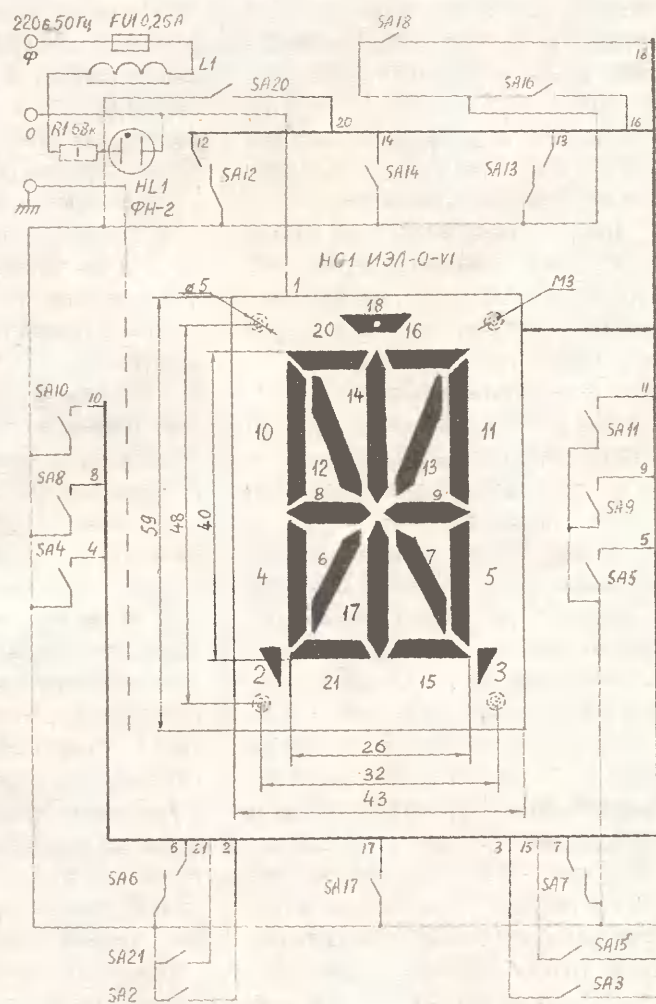
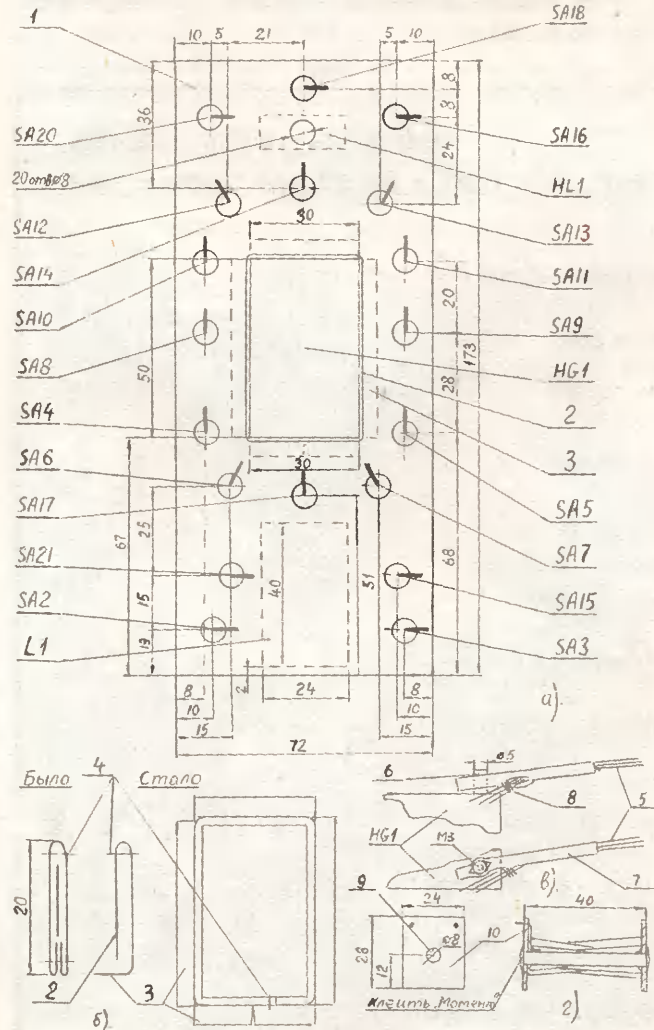

Рис. 2
Рис. 3
Набрать все эти знаки (последовательно) позволяет электролюминесцентный знакосинтезирующий индикатор НГ-1 ИЭЛ-0-VI (рис. 2) или, что предпочтительнее, больших размеров ИЭЛ-IX (XI), о которых упоминается в [3], где указаны некоторые справочные параметры:
Поэтому применен (рис. 2) релаксационный генератор, “дробящий” полупериоды частоты 50 Гц на “всплески” заряд-разряда электролюминесцентного (ых) конденсатора (ов) с частотой 400 и более Гц (их число максимум 10 (рис. 1)) – чем меньше подключаемых микропереключателями параллельно элементов ИЭЛ, тем больше частота.
Конструктивно устройство закреплено в корпусе укладочной пластиковой коробки размером 173x72x31 мм (рис. 3) с накладной полиэтиленовой крышкой. При этом крышка используется как задняя стенка (днище), как менее жесткая.
Микропереключатели SA типа МТ1 (рис. 2) специально пронумерованы номерами SA2...18, 21, циферно совпадающими с номерами выводов ИЭЛ. Они изображены
(рис. 2) и установлены (рис. 3) линиями направлений переключения, совпадающими с направлениями элементов ИЭЛ (векторно, кроме SA2, 3, 8, 9, что сделано только из желания вписаться в готовый корпус, в корпусе больших габаритов должно быть исключено).
Разметка лицевой панели (извне днища коробки) производится по рис. 3а (или иначе при другой коробке), но ориентируясь на это расположение. Отверстия сверлятся поэтапно для соблюдения центровки (от малого диаметра сверла к большему). Центральное отверстие под экран ИЭЛ пропиливается лобзиком по дереву и правится напильником.
Под все микропереключатели прокладывается медная фольга (“заземление”, пунктир рис. 2), рисунком отверстий повторяющая лицевую панель 1 (используется как шаблон), а размерами на 2 мм меньше с каждой стороны. Отверстия в размеченной фольге пробиваются пробойником – заточенной на наждачном кругу стальной трубке диаметром 9...10 мм. Это исключает случайное попадание сетевого напряжения на ручки микропереключателей (сгорает предохранитель FU1).
Между краями отверстия под ИЭЛ в корпусе 1 (к которым изнутри клеим “Момент” приклеены крылья 3 тубуса 2) и передними гранями корпуса ИЭЛ зажимаются фольга “заземления” (рис. 3), а при необходимости – зеленый цветофильтр (у меня светло-синий из пластика бутылки).
Тубус 2 изготавливается из старого пластикового пояса шириной 20 мм (рис. 3б). Продольные загнутые края освобождаются от прошивки 4 скальпелем. Один загнутый край продольно обрезается по перфорации отверстий бывшей прошивки 4, другой – отгибается в крылья 3, которые подрезаются на длины сторон периметра отверстия под ИЭЛ с запасом длины 10 мм на новую прошивку 4 (в кольцо).
Распайка схемы (рис. 2) производится гибким проводом во фторопластовой изоляции (так как монтаж тесный, то при распайке можно повредить изоляцию проводов жалом паяльника). Крепление шнура 5 питания от сети производится за выступ 6 диаметром 5 мм штатного крепления ИЭЛ (рис. 3в). Эти выступы служат также креплением винтами М3 “в потай” полупрозрачного днища, в котором по просвечивающимся центрам просверливаются отверстия диаметром 2,5 мм (и зенкуются) под винты. 7 – полиэтиленовая трубка диаметром 6...8 мм с продольными отверстиями, 8 – нитяной бандаж, не дающий вытянуть шнур 5 из трубки 7.
1. Если все же захотите повторить “замену” 220 В 400 Гц, то L1 наматывается “внавал” проводом ПЭ диаметром 0,05...0,06 (от старых реле) с прокладками конденсаторной бумаги через 3 “слоя” [7] на ферритовом стержне 9 марки Ф600 диаметром 8 мм (длина 40 мм, от магнитной антенны) до заполнения между щечками 10 из стеклотекстолита толщиной 1 мм размером 24х28 мм (рис. 3г), приклеенными клеем “Момент”. HL1 и L1 размещаются в корпусе 1, как указано пунктиром на рис. 3а, и расклиниваются оберткой (фторопластовой пленкой, которая одновременно служит их изоляцией).
2. На рис. 3а все микропереключатели показаны в положении “включено”.